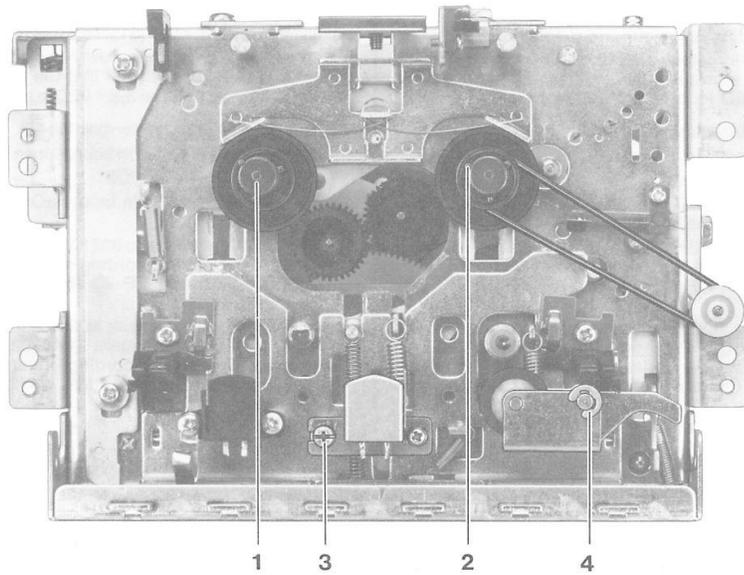

Fig. 5
- Sicherungsscheibe 4, Fig. 5, entfernen und Andruckrolleneinheit abziehen.
- Kunststoffkappen 1, 2, Fig. 5 abhebeln und Wickelteller abziehen.
b) Remove retainer washer 4, Fig. 5 and withdraw the rubber pinch roller.
a) Disassemble the unit in acc. with item 1 and 2.
b) Slowly lift the plastic caps 1, 2, Fig. 5 and withdraw the spindles.
- b) Mit der Justierschraube 3, Fig. 5, die Ausgangspegel beider Kanäle auf Maximum einstellen.
- c) 333 (315) Hz/0 dB – Aufnahmezeichnung abspielen.
- d) Mit den Potentiometern AVR 101 (L) bzw. AVR 201 (R) an MP ① (L) bzw. MP ② (R) 580 mV einstellen.
- b) Adjust the output levels of both channels to maximum by means of the adjustment screw 3, Fig. 5.
- c) Playback the 333 (315) Hz/0 dB reference tape.
- d) Adjust 580 mV on MP ① (L) and MP ② (R) by means of potentiometers AVR 101 (L) and AVR 201 (R).